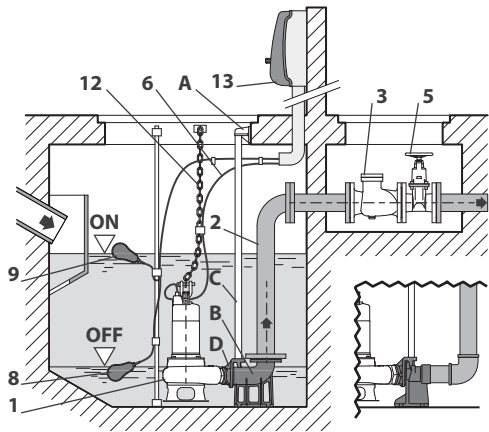

Abb. 6.5 – Feste Installation auf automatischem Kupplungssystem
6.5.5 Feste Installation auf automatischem Kupplungssystem (Abb. 6.5)
Wie folgt vorgehen (siehe Abb. 6.5 und 6.6):